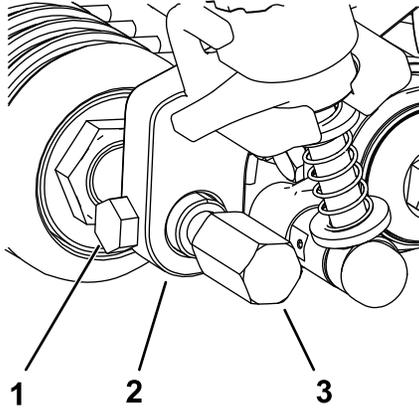

Figure 24
5. Insérez et centrez l'arbre de rouleur avant entre les supports de hauteur de coupe, puis fixez-le à l'aide des 2 vis retirées des anciens supports de hauteur de coupe (Figure 24).
6. Fixez les protections de groomer de chaque côté de l'arbre de rouleur avant (Figure 24).